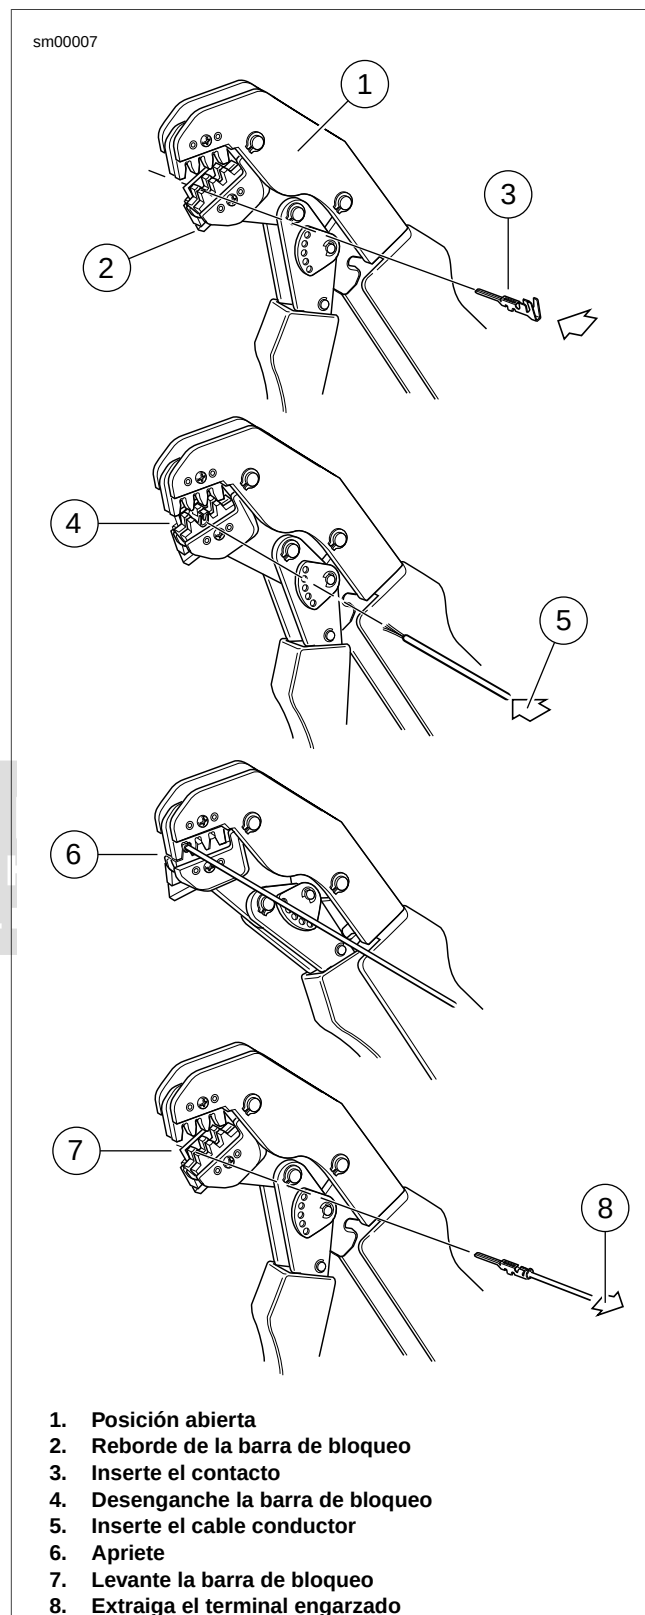

Figura A-6. Conector AMP Multilock: Procedimiento de engarzado del terminal
1. Vea Figura A-6. Apriete los mangos para cambiar el ENGARZADOR AMP MULTILOCK (pieza N° HD-41609) a la posición completamente abierta (1).
2. Levante la barra de bloqueo empujando hacia arriba sobre el reborde inferior (2).
3. Vea Figura A-6. Con la cola de engarce del aislamiento hacia arriba, inserte el terminal (macho o hembra) (3) a través de la barra de bloqueo para que el lado cerrado del terminal descansa en el agujero de la herramienta para engarzar.
4. Desenganche la barra de bloqueo para asegurar la posición del contacto (4). Cuando está correctamente colocada, la barra de bloqueo encaja en forma ajustada en el espacio en la parte delantera de las colas de engarce del núcleo.
5. Inserte el extremo pelado del cable conductor (5) hasta que los extremos hagan contacto con la barra de bloqueo.
8. Levante la barra de bloqueo (7) y extraiga el terminal engarzado.